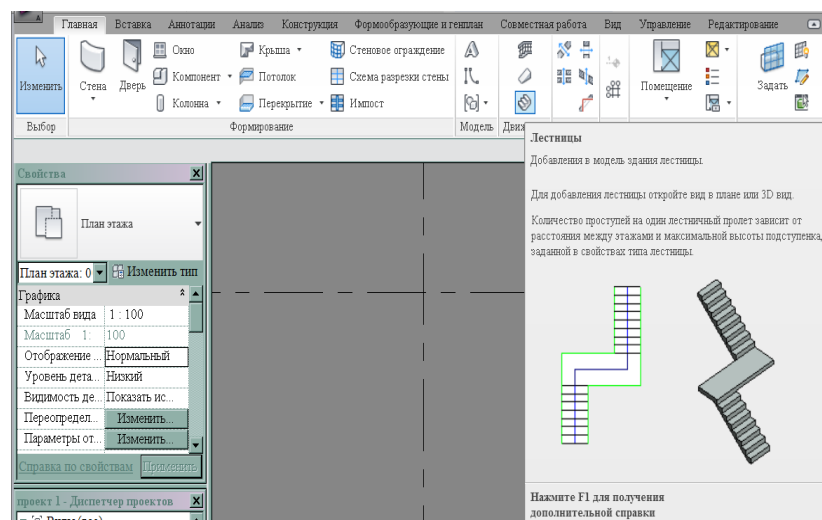

Рис. 88
2. На вкладке **Главная** выбрать **Движение** → **Лестницы** (рис. 88).